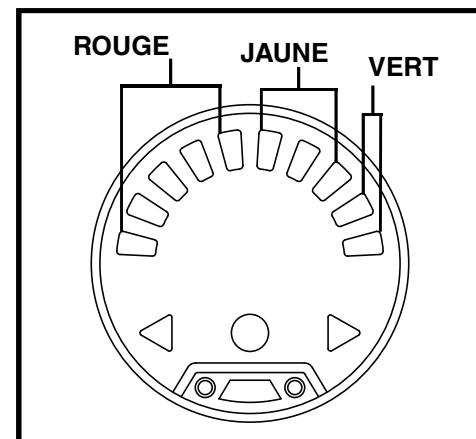

Figure 8. Jauge à batteries
L'indicateur d'état de la batterie sur la console de la barre franche indique la puissance approximative de vos batteries à l'aide d'un code couleur. De droite à gauche sur le compteur, le vert (5 LEDs) indique des batteries complètement chargées, le jaune (3 LEDs) une charge en train de se vider et le rouge (2 LEDs) indique qu'une recharge immédiate est nécessaire. **Voir la figure 8.** Pour garantir la plus grande précision, l'indicateur d'état de la batterie doit être vérifié lorsque vous conduisez votre véhicule à pleine vitesse sur une surface sèche et plane. Lorsque 5 LED (2 LED rouges et 3 LED jaunes) sont affichées, vos batteries ont 10% de charge restante.
**NOTE:** Le(s) bloc(s) batterie(s) peuvent être chargés hors du véhicule individuellement ou ensemble ou chargés sur le véhicule. **Voir Figure 8.**